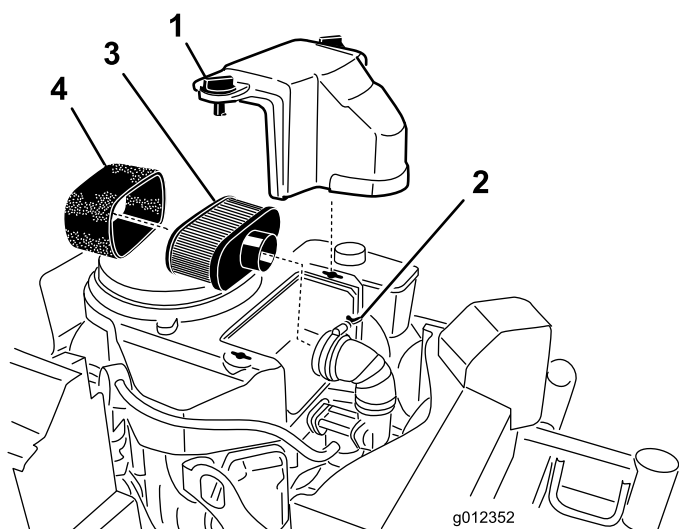

Figure 42
3. Nettoyez la surface autour du filtre à air pour éviter que des impuretés n'endommagent le moteur en tombant à l'intérieur (Figure 42).
4. Dévissez les boutons du couvercle et déposez le couvercle du filtre à air (Figure 42).
5. Dévissez le collier et déposez le filtre à air (Figure 42).
6. Sortez délicatement l'élément en mousse de l'élément en papier (Figure 42).
2. Remplacez l'élément en papier s'il est endommagé (Figure 42).
1. Glissez délicatement l'élément en mousse sur l'élément en papier (Figure 42).
2. Posez le filtre à air complet sur sa base ou sur le flexible et fixez-le en position (Figure 42).
3. Mettez le couvercle du filtre en place et serrez le bouton (Figure 42).